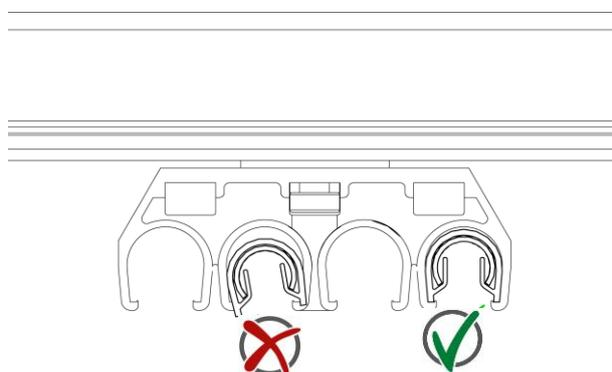

Abb. 42: Richtig und falsch eingerastete Schiene im Vergleich
- Die erste Schleifleitungsschiene in die Schienenhalter eindrehen. Darauf achten, dass die Schleifleitungsschiene richtig einrastet und der Schienenhalter die Isolation oben und unten umfasst (siehe Abb. 42). Die Schienenhalter sind elastisch und ermöglichen somit ein einfaches Eindrehen / Einrasten der Schleifleitung in die Schienenhalter.